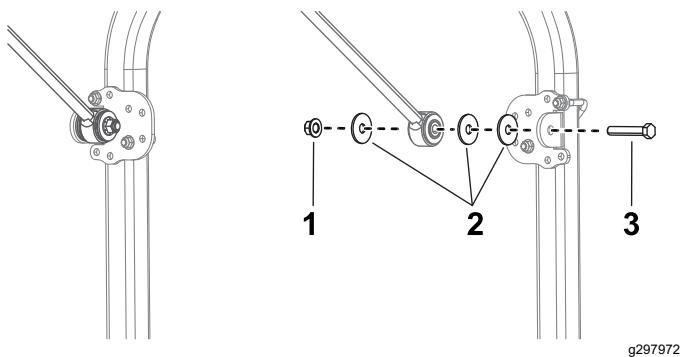

Figura 13
13. A cada lado de la máquina, instale provisionalmente un soporte de tirante en cada tirante con un perno (1/2" x 2 3/4"), 3 arandelas grandes y una tuerca con arandela prensada (1/2"), tal y como se muestra en la Figura 13.